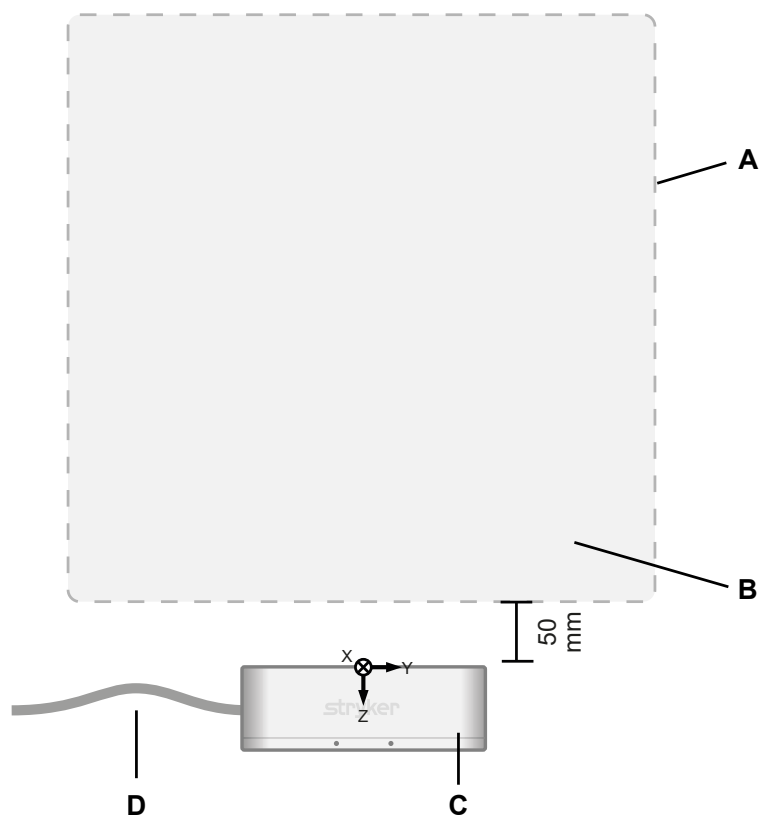

Figura 2 – Posizionamento del generatore di campo (vista dall'alto)
5. Posizionare il braccio di montaggio del generatore di campo in modo che la distanza tra il generatore di campo e l'area operativa del paziente sia di 50 mm. Vedere Figura 2: